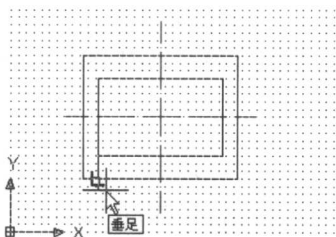
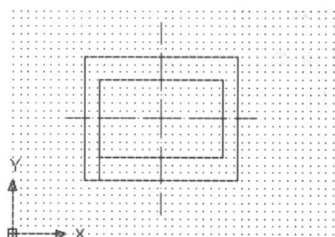

图 1.3.11 捕捉垂足
图 1.3.12 绘制辅助线
- 10** 单击【直线】按钮, 绘制起点在小矩形左下角点, 终点在如图 1.3.11 所示垂足的辅助线, 以便绘制螺栓孔, 效果如图 1.3.12 所示。